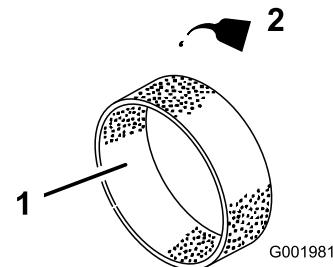

Figura 44
4. Applicate circa 30 – 60 ml d'olio sull'elemento (Figura 44).